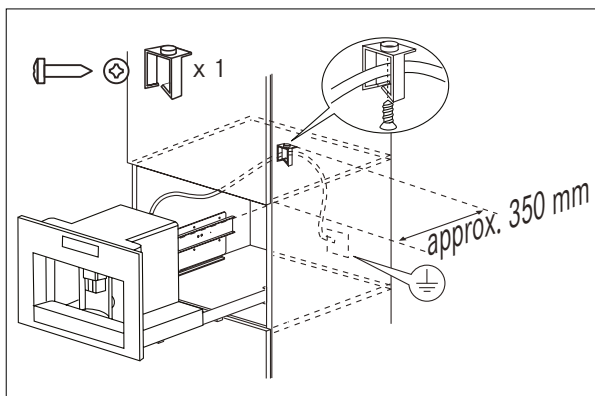

Fig. 6
- Fissare il cavo di alimentazione con l'apposita clip (Fig. 6). Il cavo di alimentazione deve essere lungo quanto basta da permettere l'estrazione dell'apparecchio dal mobile durante la fase di riempimento del serbatoio chicchi caffè.